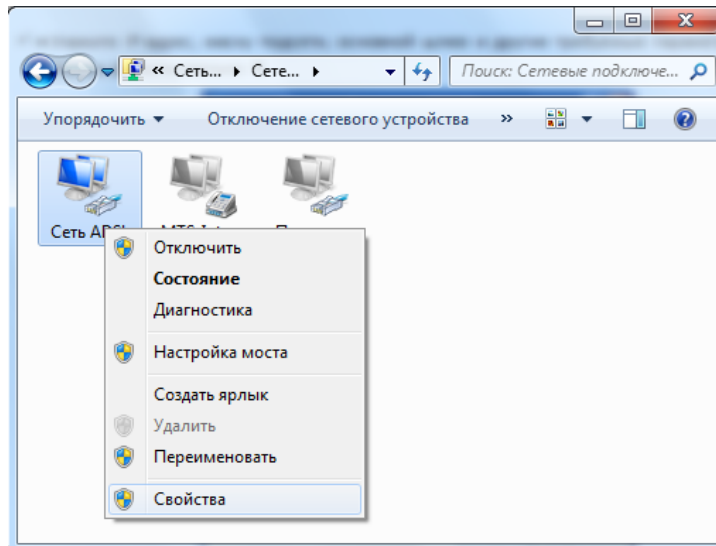

Рис. 12.7. Выбор свойств сетевого подключения
- В системной папке *Сетевые подключения* (путь к папке в ОС Windows 7: меню Пуск→Панель управления→Центр управления сетями и общим доступом→Изменение параметров адаптера) щелкните правой кнопкой мыши по значку ADSL-подключения и в появившемся меню выберите пункт *Свойства* (Рис. 12.7).